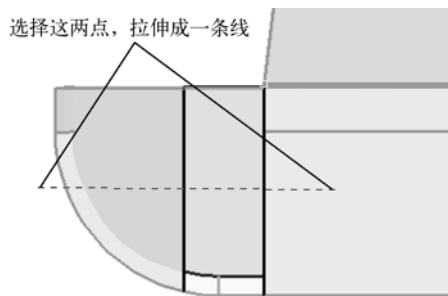

图 3-28 分割实体 2
- (8) 执行 with cut line 命令，按图 3-28 所示分割实体。